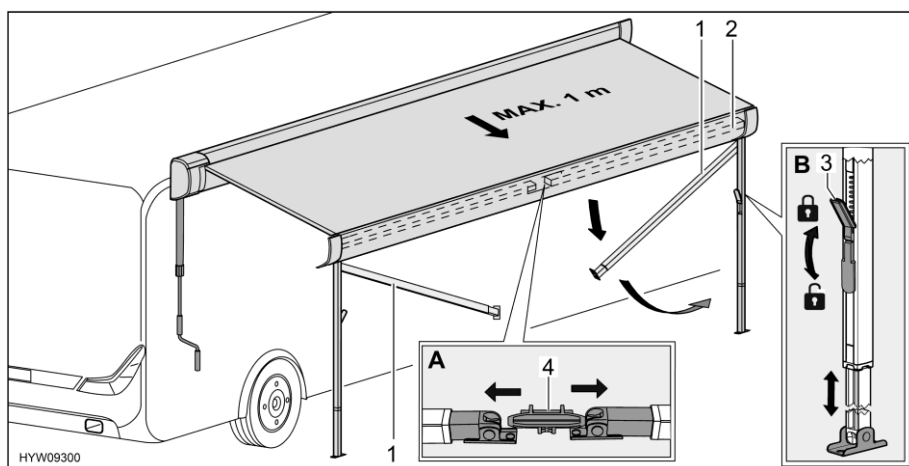

Bild 47 Förbereda stödfötterna
- Lossa stödfötterna (Bild 47,1) ur fästet (Bild 47,4) i frontlisten (Bild 47,2). Tryck stödfötterna lätt utåt (Bild 47,A).
- Lossa stödfötternas lås (Bild 47,3). Fäll ned låsarmen.
- Dra ut stödfötternas nedre del till önskad längd (Bild 47,B).
- Stäng stödfötternas lås (Bild 47,3). Fäll upp låsarmen.